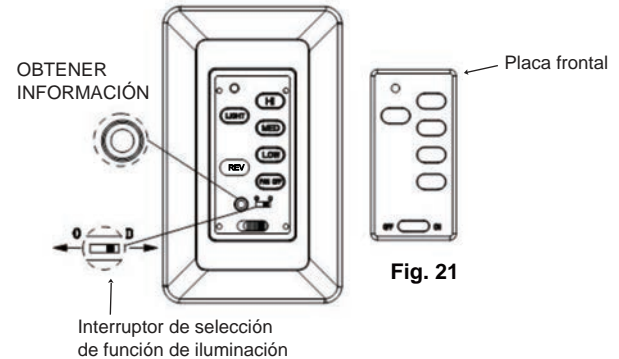

Fig. 21
## ACTIVACIÓN DEL PROCESO DE OBTENER INFORMACIÓN (FIG. 21)
1. Utilice un destornillador plano pequeño y retire suavemente la placa frontal de la parte superior del transmisor de pared. (Fig. 21)
El ventilador se encenderá a velocidad media y se encenderá la luz (si estuviera instalada). Esto confirma que la configuración de SINCRONIZACIÓN INTELIGENTE está activa y funciona de manera adecuada. (Fig. 21)
## INTERRUPTOR DE SELECCIÓN DE FUNCIÓN DE ILUMINACIÓN (Fig. 21)